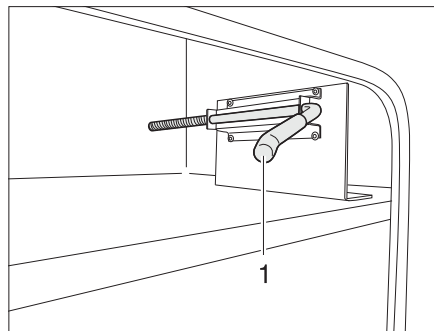

Fig. 52 Crochet de sécurité du portillon extérieur, position de départ
- Sortir le crochet de sécurité (Fig. 52,1) avec l'autre main.
- Repousser prudemment le crochet de sécurité dans la position de départ (Fig. 52,1).